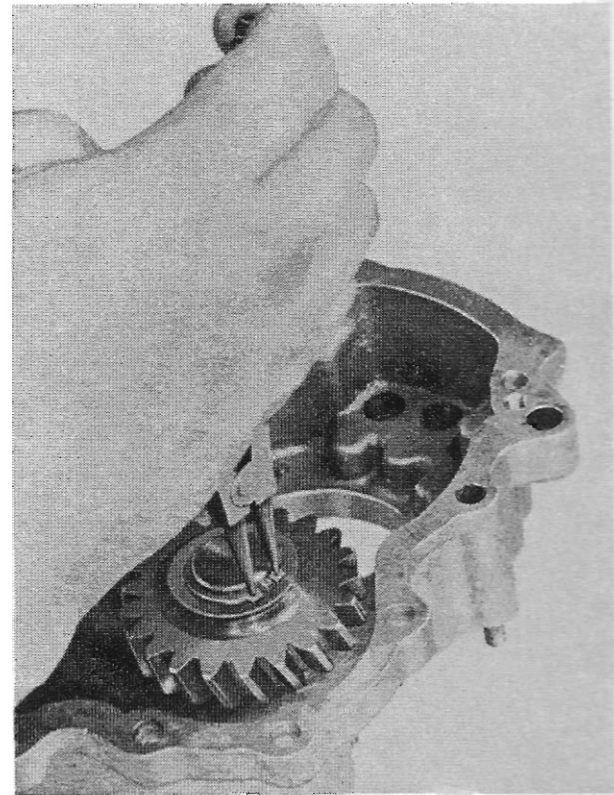

Abb. 13
2. Sprengring (501) aus der Nut des Rücklaufbolzens federn (Abb. 13). Anlaufscheibe (502) und Rücklaufrad (504) vom Rücklaufbolzen ziehen. Vorgelegewelle aus dem Gehäusedeckel nehmen.
3. Rücklaufbolzen (507) nur bei Beschädigung aus dem Gehäusedeckel pressen. Dazu muß aber vorher der